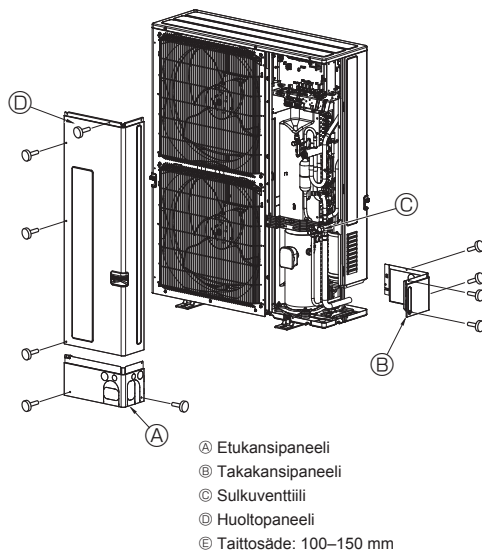

Fig. 4-4
4.3. Kylmäaineputkisto (Fig. 4-4)